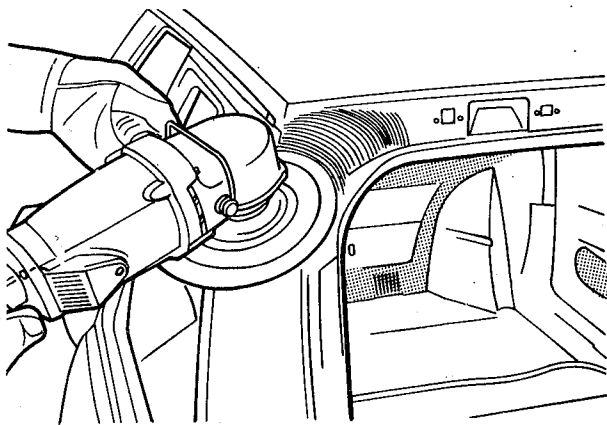

fig. 43
9. Lixar as áreas estanhadas, eliminando todas as imperfeições e rebarbas (fig. 43)